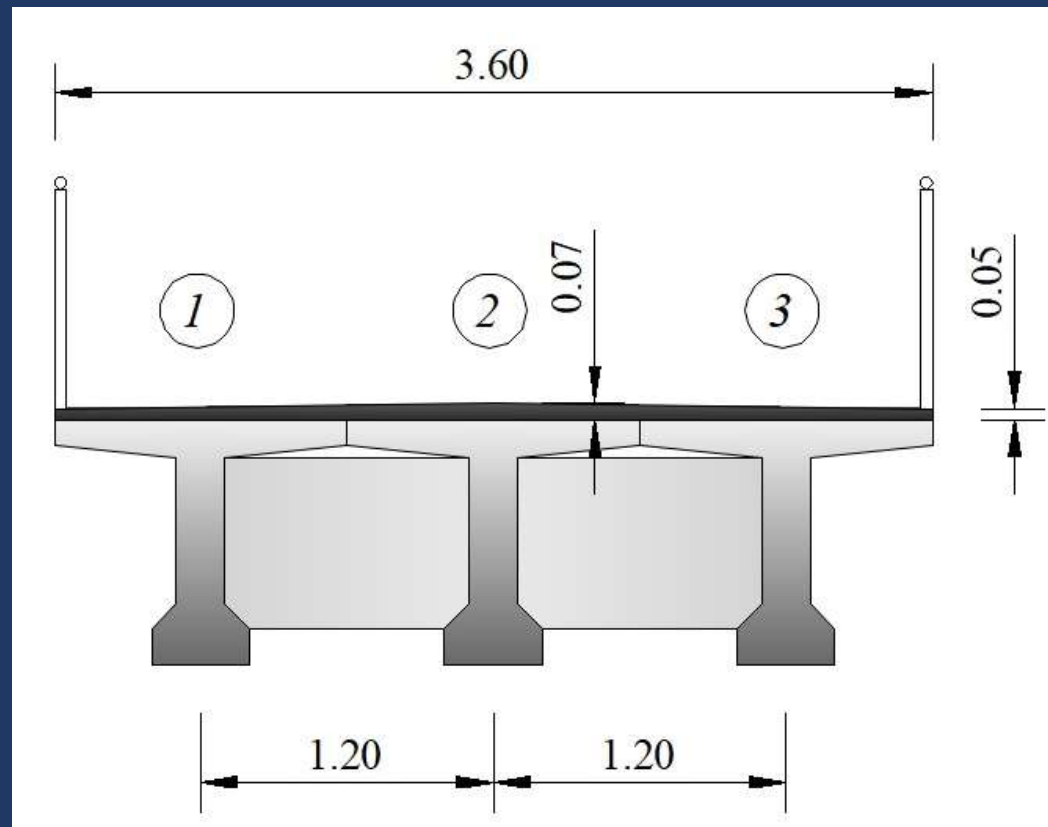
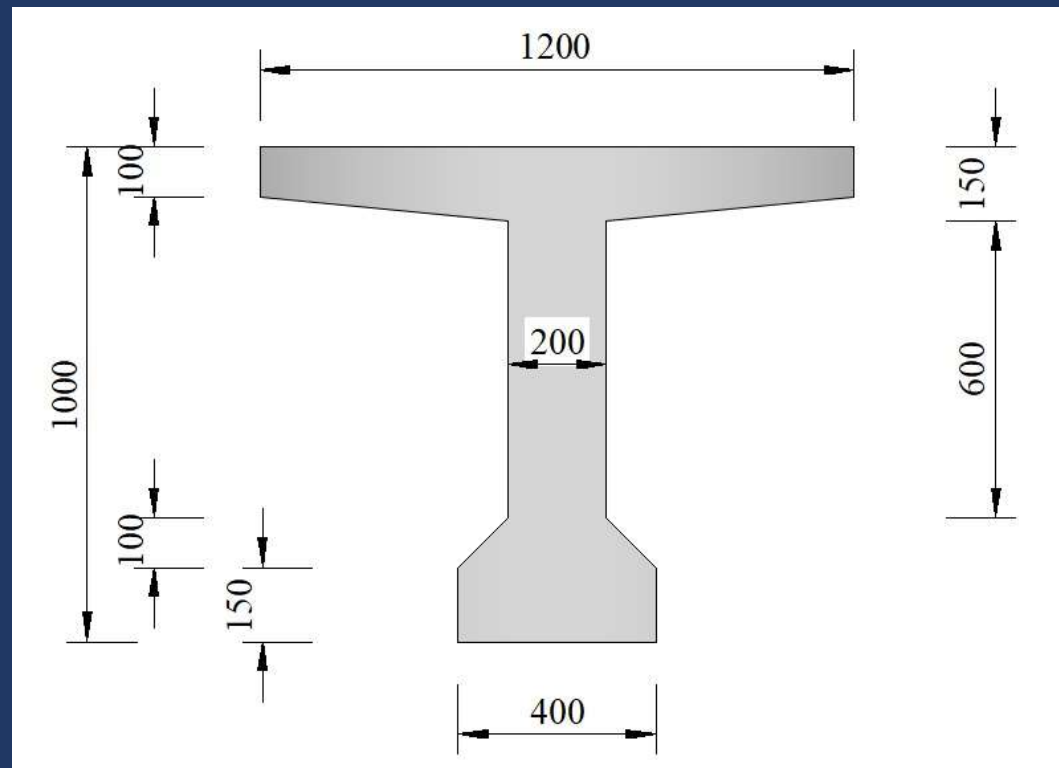

Figura 3. Sección transversal del puente peatonal. Medidas en [m].
Figura 4. Sección de la viga prefabricada. Medidas en [mm].
La sección de la Figura 3 corresponde a un corte transversal de un puente peatonal de 18.0 metros de longitud medidos entre eje de apoyos de las vigas (se puede asumir un comportamiento como viga simplemente apoyada). La sección transversal está formada por tres (3) vigas prefabricas postensadas cuya sección se muestra en la Figura 4.